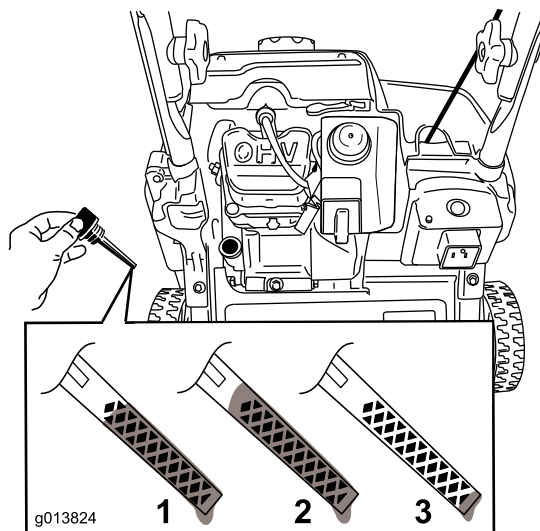

Figure 13
8. Pour déterminer le niveau d'huile correct avec la jauge, voir la Figure 13.
Remarque: Versez de l'huile dans le carter moteur jusqu'à ce que la jauge indique le niveau correct, comme indiqué à la Figure 13. Si vous remplissez excessivement le carter moteur, vidangez l'excédent d'huile comme expliqué à la section Vidange et remplacement de l'huile moteur.